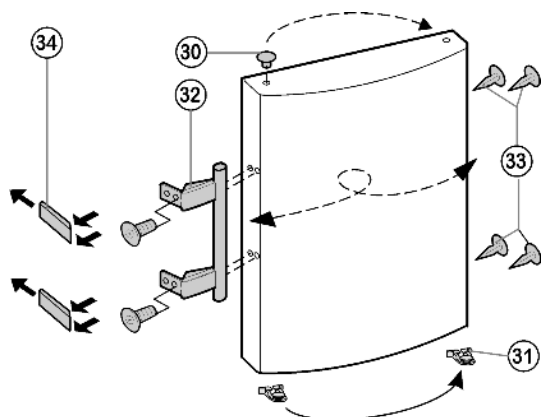

Fig. 8
- ▶ Выведите из фиксатора верхней дверцы пружинный зажим Fig. 8 (31) и переставьте его на новую сторону шарнира.
- ▶ Извлеките пробки Fig. 8 (30) из опорных втулок дверцы и переставьте.
- ▶ Снимите и переставьте на противоположную сторону дверную ручку Fig. 8 (32), пробку Fig. 8 (33) и прижимные пластины Fig. 8 (34).